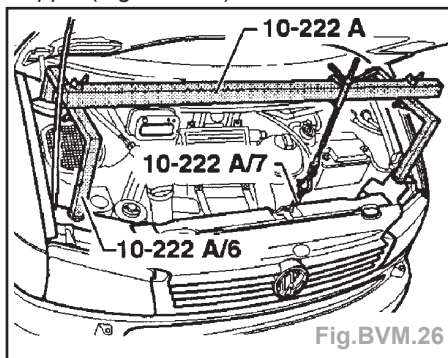

Fig.BVM.26
- Monter le dispositif de maintien 10-222A avec les appuis 10-222A/6 et le cas échéant les crochets supplémentaires 10-222A/7 pour mettre le moteur en appui (Fig.BVM.26).